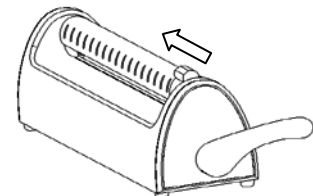

FIG 19
- Deslize a alça de corte para cortar o papel e fazer a embalagem (enquanto a alça estiver abaixada). No final da fase da selagem, o LED azul irá se tornar vermelho e a selador irá emitir um alarme sonoro (BIP) para informar o usuário o final do processo. (FIG 19)